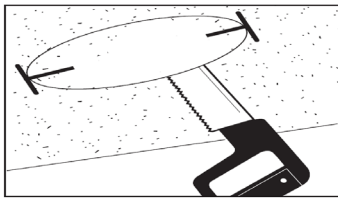

Figura 1
- Coloque la plantilla sobre la ubicación deseada si necesita realizar un nuevo agujero. Dibuje el anillo exterior con un bolígrafo o lápiz (no incluido). Corte la abertura con una sierra (no incluida). Utilice el aro empotrado en el techo (no incluido) para hacer más pequeño o más grande el agujero. (Figura 1)